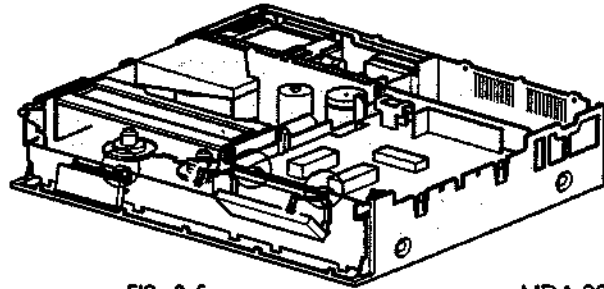

FIG. 2-5
- Durch Entriegeln der drei Einschnappkonstruktionen lässt sich die Printplatte dem Untergehäuse entnehmen (siehe Bild 2-5).